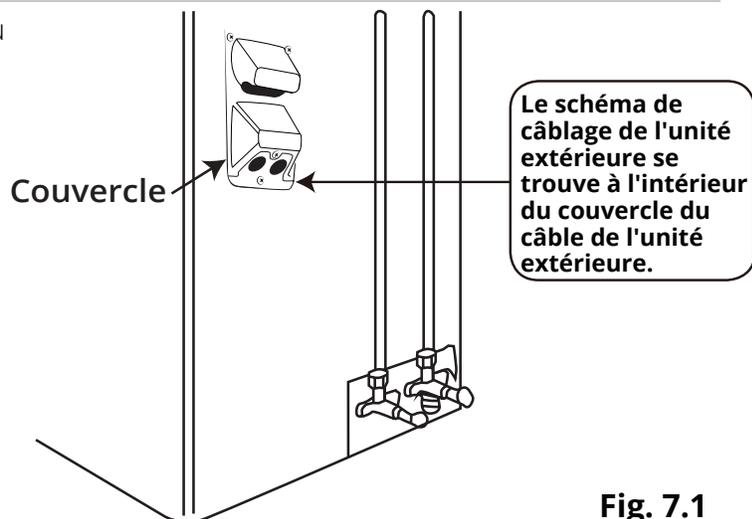

Fig. 7.1
1. Retirez les vis du couvercle du câblage électrique du condensateur extérieur, tel qu'indiqué sur l'image ci-dessous et la **Fig.7.1**, et retirez-le.
**TOUT LE CÂBLAGE DOIT ÊTRE INSTALLÉ EN RESPECTANT STRICTEMENT LE SCHÉMA DE CÂBLAGE SITUÉ À L'INTÉRIEUR DU COUVERCLE DES FILS DU CONDENSEUR EXTÉRIEUR, TEL QU'ILLUSTRÉ À LA FIG. 7.1.**